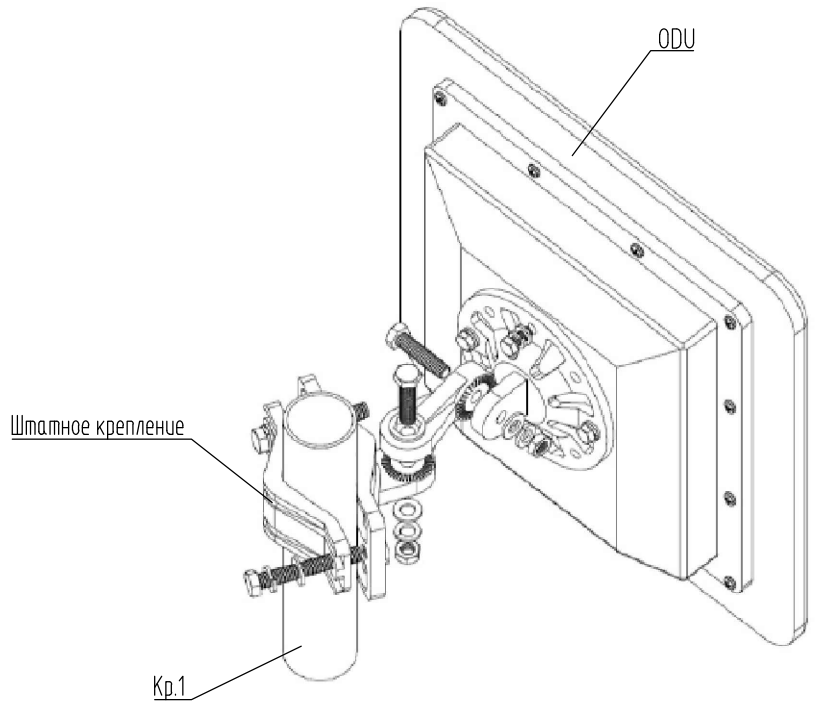

Рис.3 Схема крепления радиомодуля ШПД на АМС.
- Установку ОДУ выполнить штатным креплением, входящим в комплект поставки, на кронштейн Кр.1 согласно рис.3. Чертеж кронштейна см. лист 12.